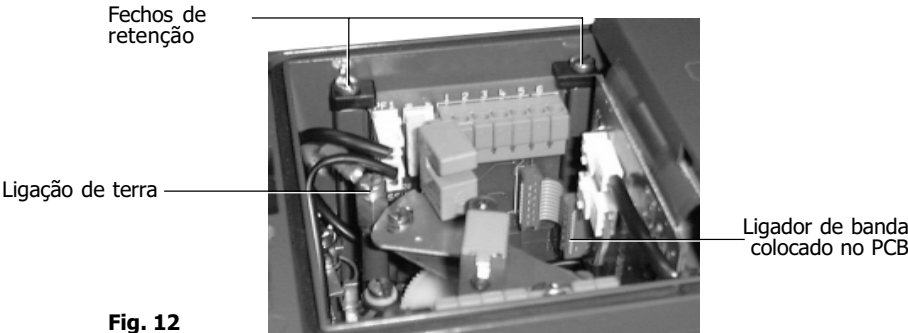

Fig. 12
4.3.11 Volte agora a ligar o cabo de terra ao adaptador de terra (**11**) e fixe com o parafuso M4 x 8 original (ver Fig. 12). Quando correctamente colocados os grampos de fixação de plástico podem ser apertados para segurar a placa no lugar. **Nota:** Com os grampos de retenção fechados haverá alguma oscilação do PCB.
4.3.12 Prepare o cabo de fita, certificando-se de que está no ângulo correcto em relação ao PCB. Encaixe o ligador do cabo no conector do PCB principal empurrando até prender. Isto deve ser feito apenas com uma ligeira pressão dos dedos (ver Fig. 12) não faça força, (apenas para as opções de retransmissão 4 - 20 mA e interruptor por software).